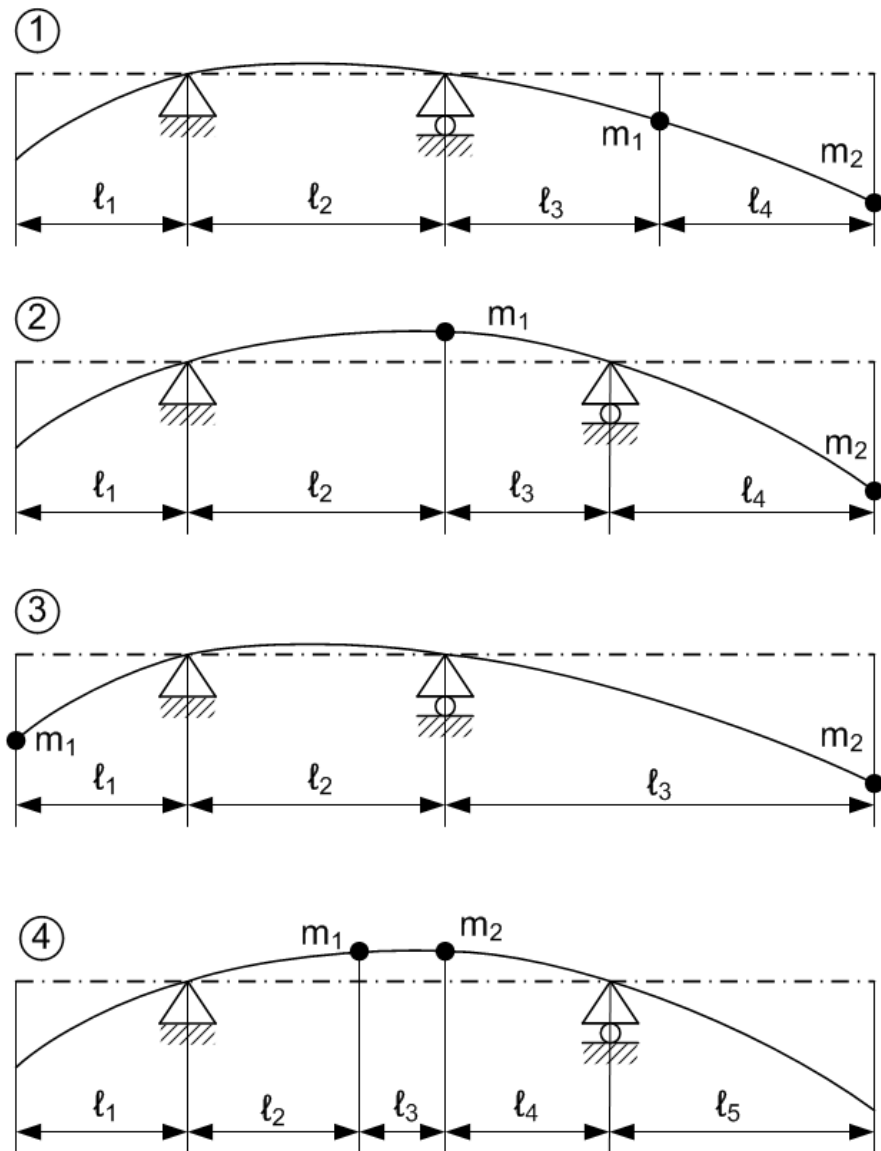

Рис. 1 – Схемы вала к заданию 1
**Задание 1.** Применяя аналитический способ, выполните расчет критической скорости вращения вала постоянной жесткости без учета собственного веса с двумя дисками, схема которого показана на рис. 1.